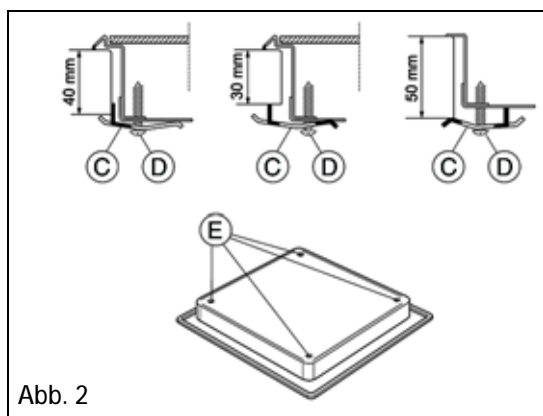

Abb. 2
Verwenden Sie bei einer Arbeitsplatte aus Holz die mitgelieferten Befestigungsklammern (A) und Schrauben (B) (Abb. 1). Falls der Unterbau, auf dem Sie die Kochmulde installieren möchten, nicht aus Holz besteht (Marmor, Naturstein usw.), fordern Sie bitte beim Kundendienst die speziellen Haltebügel (Abb. 2) an, Teilecode 4819 404 78697.